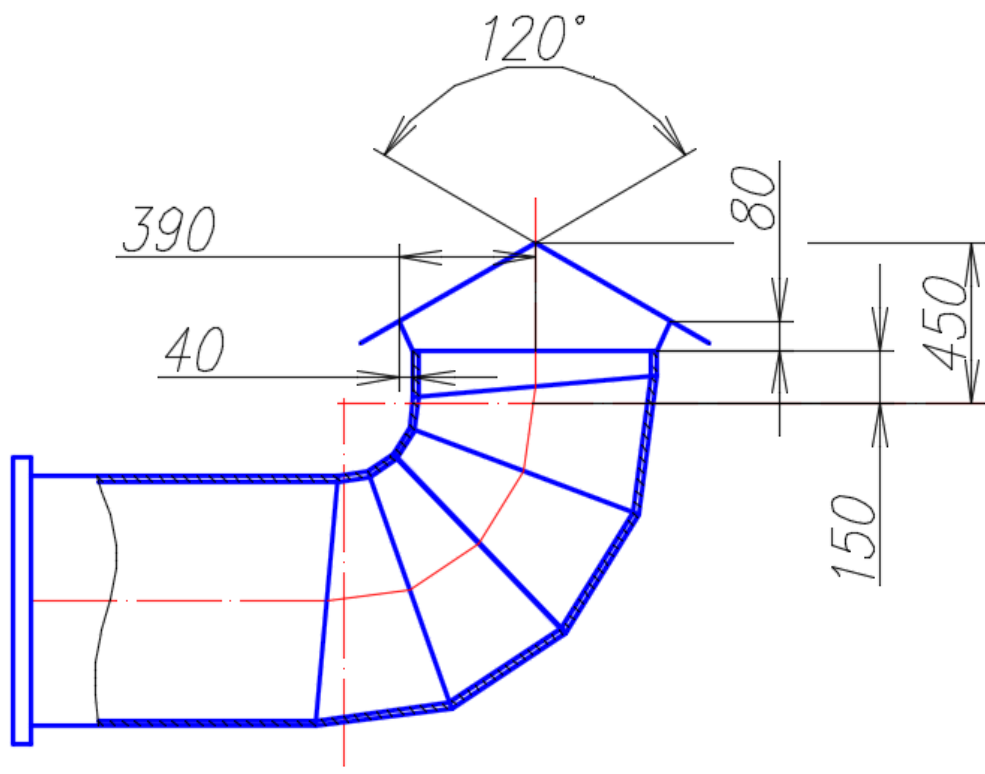

Рис. 116. Чертеж трубы для подачи загрязненного воздуха
– задать толщину стенок трубы 16 мм с помощью команды **Смещение** (рис. 116);